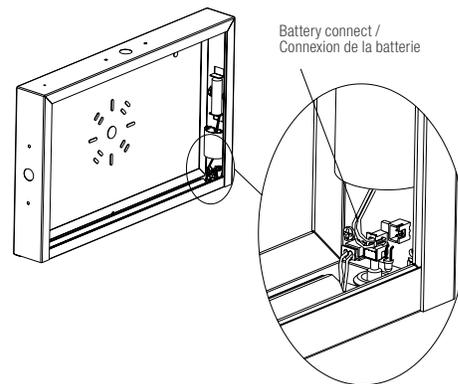

Figure 4
2. Plug the battery into the circuit board (Fig. 4).
2. Branchez la batterie sur le circuit imprimé (Fig. 4).